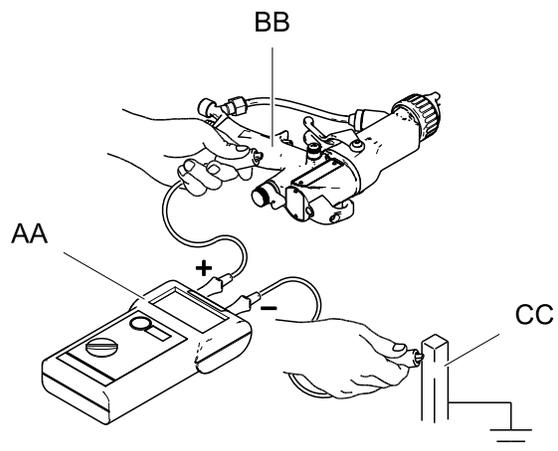

Figure 14 Comprobación de la conexión a tierra eléctrica de la pistola
El megóhmetro, n.º de pieza 241079 (AA, consulte la Fig. 14), no está aprobado para ser utilizado en ubicaciones peligrosas. Para reducir el riesgo de que se produzcan chispas, no utilice el megóhmetro para comprobar la conexión a tierra eléctrica a menos que:
2. Coloque el interruptor de encendido/apagado ES en posición de apagado (O).
5. Asegúrese de que la manguera de aire (AH) con conexión a tierra esté conectada y de que el cable de tierra de la manguera esté conectado a una toma de tierra fiable.
6. Mida la resistencia entre la empuñadura de la pistola (BB) y una Mida la toma de tierra fiable (CC). Utilice un voltaje aplicado de 500 como mínimo hasta 1000 voltios como máximo. La resistencia no debe exceder 1 megaohmio. Vea la Fig. 14.